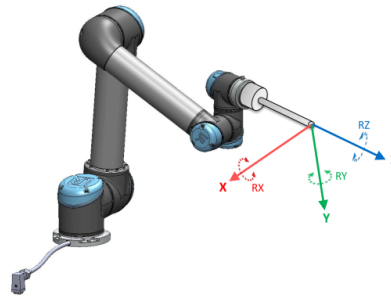

FIGURE 16.2 – Fonction de l'outil (PCO)
- La Fonction de l'outil se trouve au centre du PCO (point central de l'outil) actuel (voir figure 16.2)